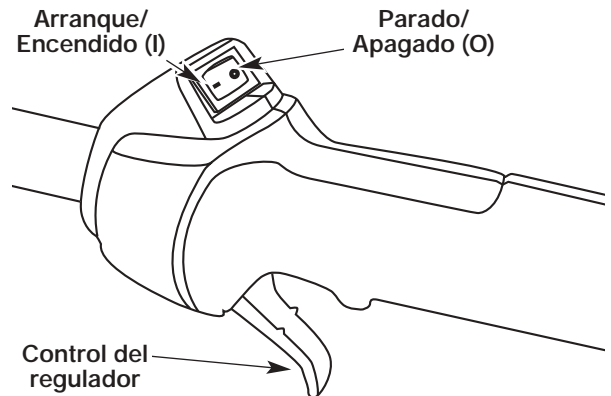

Fig. 6
2. Coloque el control de encendido y apagado en posición de ENCENDIDO (I) (Fig. 6).
2. Coloque el control de encendido y apagado en posición de APAGADO (O) (Fig. 6).